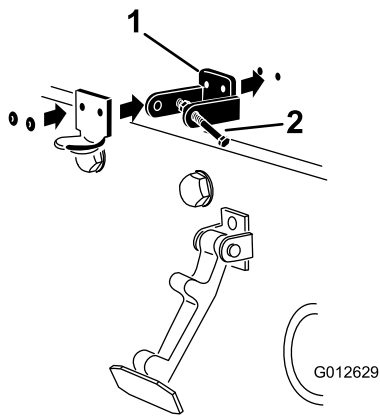

Bild 5
4. Fluchten Sie die Befestigungslöcher aus und positionieren Sie gleichzeitig die Halterung des CE-Riegels und des Motorhaubenriegels auf der Motorhaube (Bild 5).
6. Nieten Sie die Halterungen und Scheiben an die Haube (**Bild 5**).